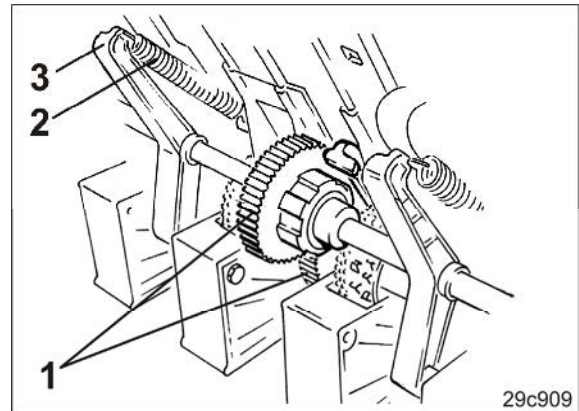

Fig. 232
15. Få tænderne (Fig. 232/1) på fjederkoblingen og såakslens cylindriske tandhjul til at gå i indgreb.
16. Sæt trækfjedrene (Fig. 232/2) på drejelejerne (Fig. 232/3).